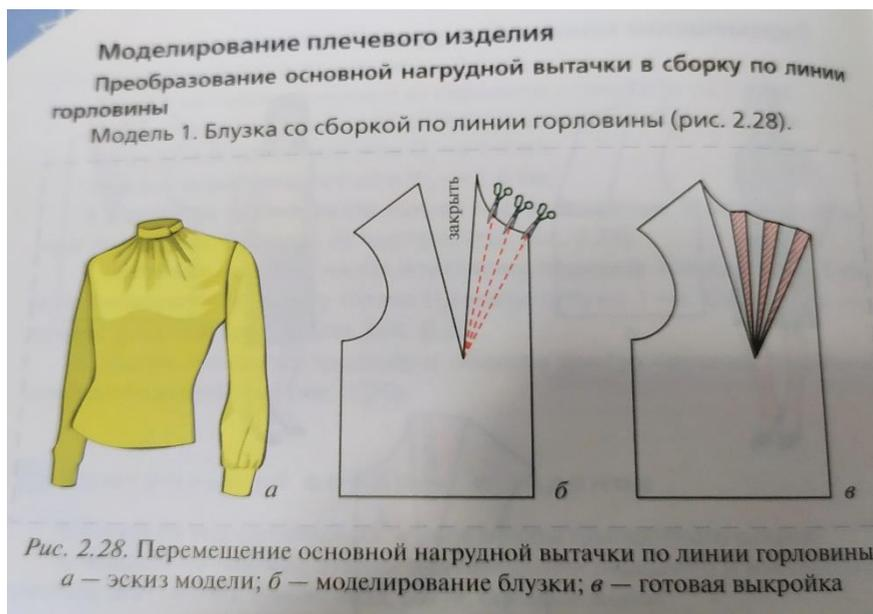

рис.3
5. боковые стороны исходной вытачки совмещают и приклеивают в тетради (рис.3)